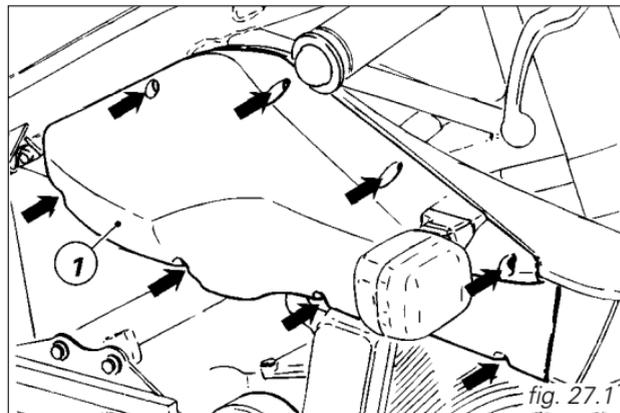
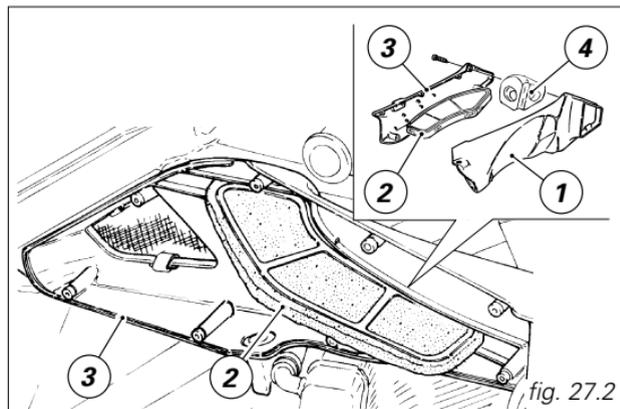

fig. 27.1
fig. 27.2
(fig. 27.1)
Les filtres à air doivent être remplacés avec la cadence prescrite au tableau d'entretien périodique (voir Carnet de Garantie). Pour avoir accès aux boîtes à filtre, retirez les demi-carénages et la bulle (voir page 36). Dévissez les huit vis de fixation du couvercle extérieur (1, fig. 27.1) et retirez le couvercle en le laissant accroché au câble du clignotant de direction. Faites attention à ne pas retirer la réduction (4) de son logement. Otez le filtre (2, fig. 27.2) de l'emplacement sur le couvercle intérieur (3).
Reposez correctement le filtre, ainsi qu'il est indiqué dans la figure 27.2, dans l'emplacement du couvercle intérieur et remontez tous les éléments retirés.